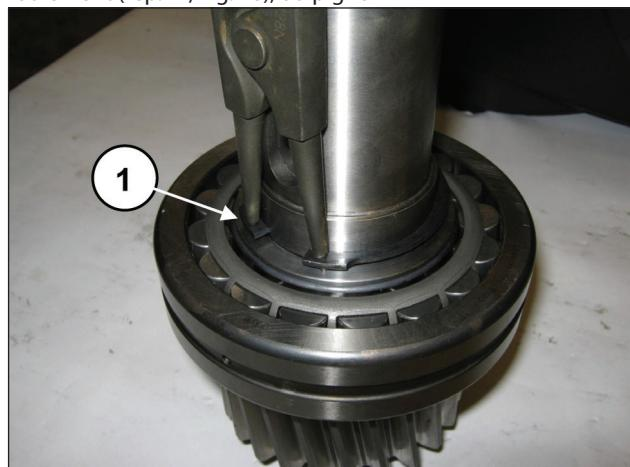
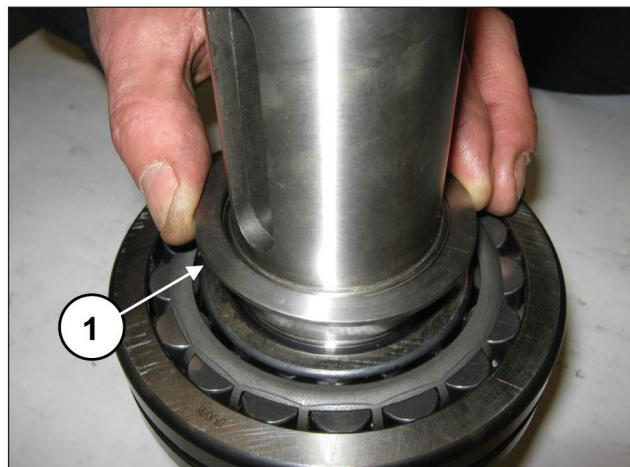

Fig. 9
Fig. 10
Déposer le circlip Ø55 (rep. ①, Fig. 9) et la bague d'appui du roulement (rep. ①, Fig. 10), du pignon